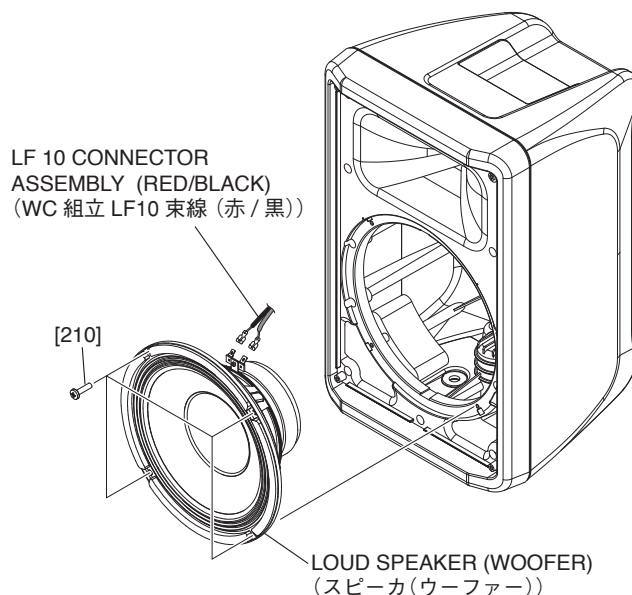
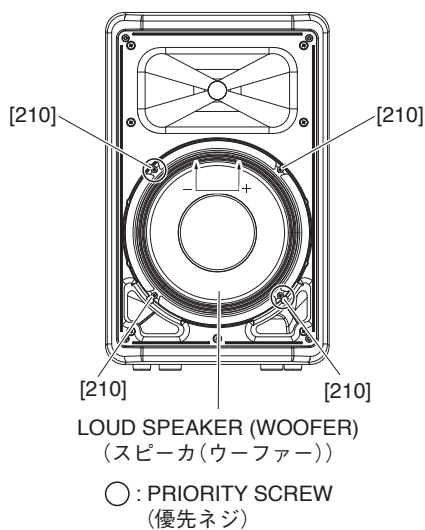
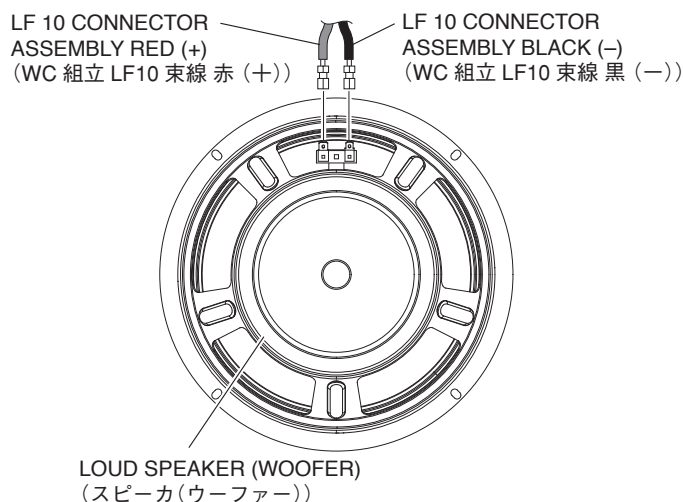

Fig. A-2 (図A-2)
Fig. A-3 (図A-3)
Fig. A-4 (図A-4)
A-2-2 Remove the four (4) screws marked [210]. The loud speaker (woofer) can then be removed. (Fig. A-2, Fig. A-3)
* *When installing the loud speaker (woofer), first match the position of the terminal to the direction shown by the ↑↑ mark and then tighten the two (2) priority screws as shown in Fig. A-3.*
A-2-3 Remove the LF 10 connector assembly (red/black) attached to the loud speaker (woofer) terminal. (Fig. A-2, Fig. A-4)
A-2-2 [210] のネジ 4 本を外して、スピーカ (ウーファー) を外します。(図 A-2、図 A-3)
※ スピーカ (ウーファー) を取り付けるときは、端子の位置を↑↑印の方向に合わせてから、図に示す優先ネジ 2 本を先に締めてください。(図 A-3)
A-2-3 スピーカ (ウーファー) 端子に取り付けられている WC 組立 LF10 束線 (赤/黒) を外します。(図 A-2、図 A-4)